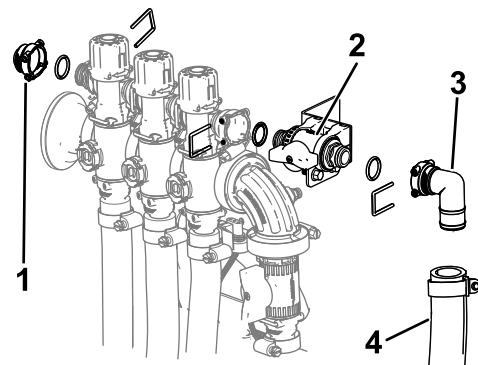

Bild 21
6. Befestigen Sie die Regelventilbaugruppe mit dem zuvor entfernten O-Ring und dem Arretierbügel am Auslegerventil (**Bild 21**).
7. Montieren Sie die Kappe ($\frac{1}{2}''$), die O-Ringe, das Anschlussstück und den Schlauch auf das Regelventil, indem Sie die zuvor entfernten Arretierbügel verwenden, wie in **Bild 21** dargestellt.